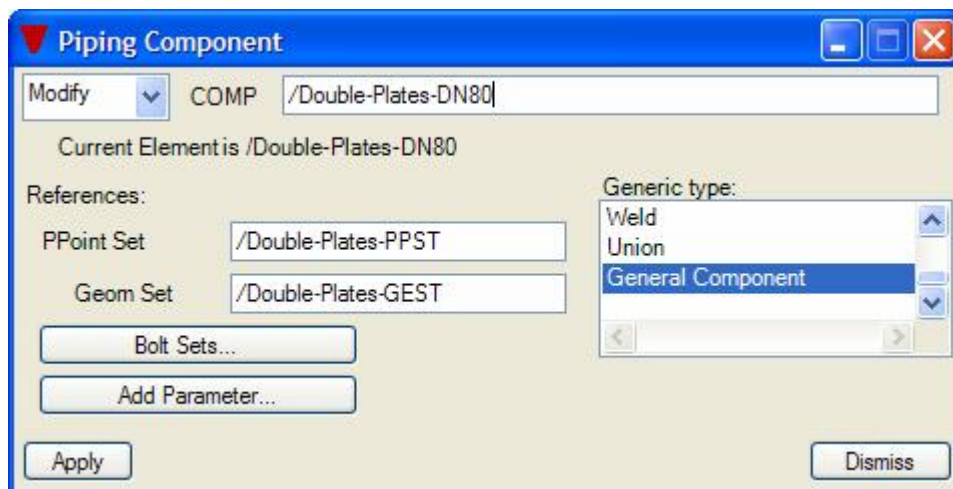

图 4 创建双联复板部件
c) 创建部件（SCOM）。创建部件时选择 General Component 如图 4 所示，并输入相应的数据，如图 5 所示：